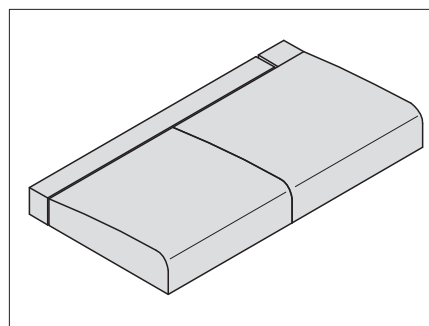
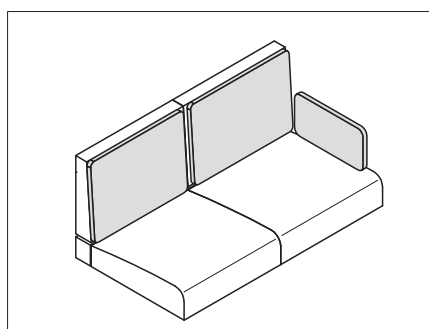

Fig. 217 Posizionamento dei sedili
Fig. 219 Cuscini per gli schienali
- Applicare i cuscini del divano, dello schienale e aggiuntivi come illustrato in Fig. 217 - Fig. 219.